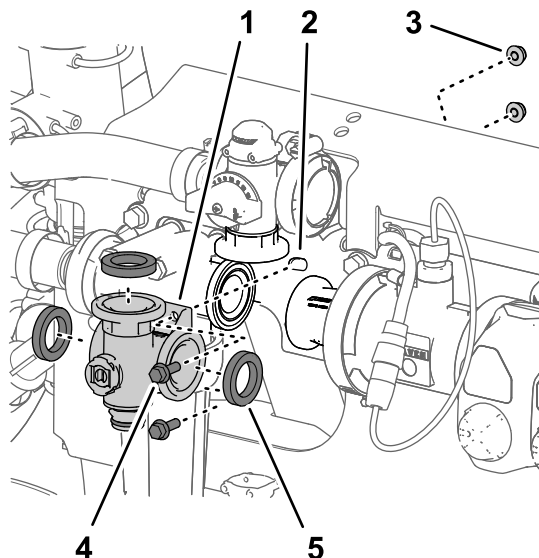

図 119
3. 攪拌バルブマニホルドをバルブサポートに固定しているフランジヘッドボルト $\frac{1}{4} \times \frac{3}{4}$ " 2本とフランジロックナット $\frac{1}{4}$ "2個を取り外す 図 119。
4. 機体から攪拌バルブマニホルドとガスケットを取り外す 図 119。